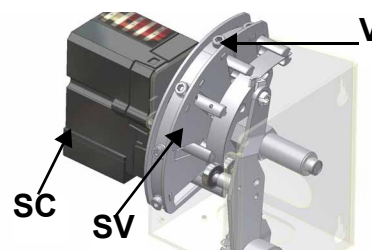

Рис. 28
- 11 в режиме большого пламени и с сервоприводом в положении 90° найти винт **V** варьiruемого сектора **SV** (Рис. 28), соответствующий подшипникам, которые скользят по пластинке и соответствуют положению сервопривода
**Примечание:** Если необходимо изменить мощность горелки в режиме малого пламени, необходимо воздействовать напрямую на соответствующий кулачок сервопривода (см. следующий параграф). После этой операции проверить расход газа и анализы уходящих газов через штуцеры по отбору давления. При недостатке или избытке воздуха воздействовать на винты **V** варьiruемого сектора (Рис. 28) в соответствии с точкой регулирования воздуха в режиме малого пламени (откручивая - расход увеличивается, закручивая - расход уменьшается).